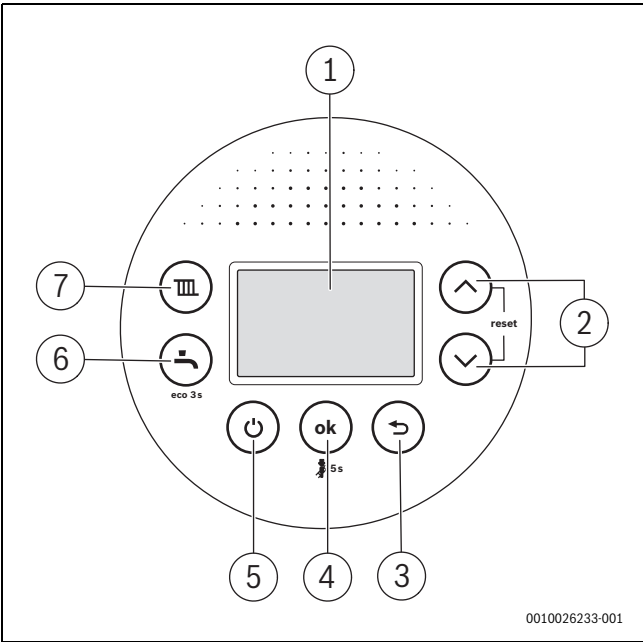

Fig. 4 Aperçu du tableau de commande
- En fonctionnement normal, activer/désactiver l'appareil avec la touche  (→ fig. 4, [5]).